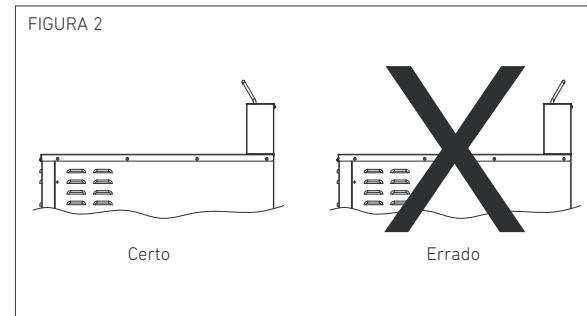

FIGURA 2
- Observe a inclinação do suporte (figura 2).